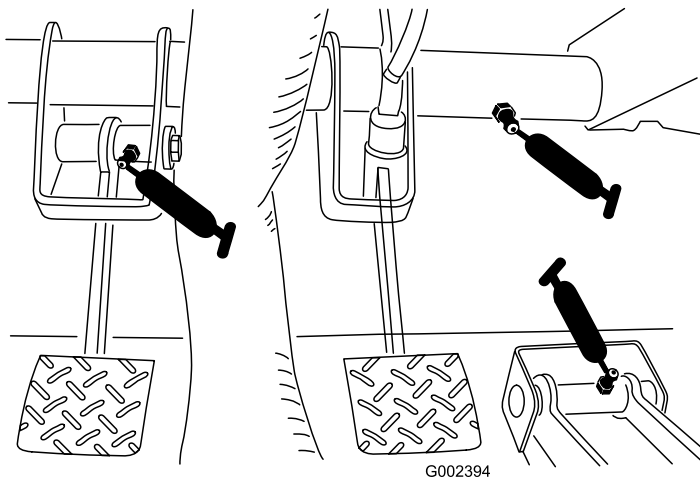

Figura 31
- Frână (1); consultați Figura 31
- Ambreiaj (1); consultați Figura 31
- Accelerator (1); consultați Figura 31